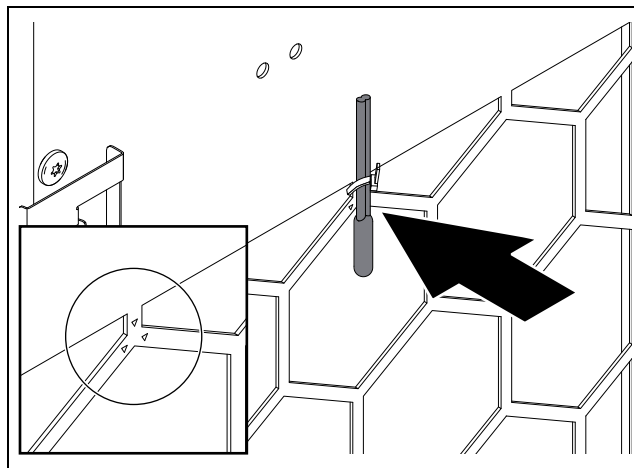

Fig. 52: Sensore di temperatura davanti alla bocchetta di uscita dell'aria fredda (figura a titolo d'esempio)
- Fissare il sensore di temperatura con una fascetta seracavi sul segno presente davanti l'uscita dell'aria fredda del condizionatore (fig. 52).